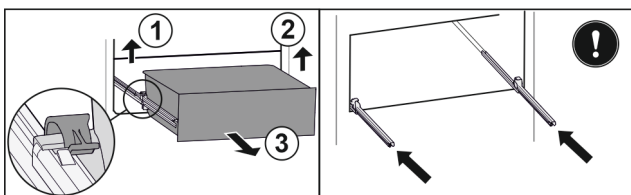

Fig. 38
- Dvignite levo spojko in hkrati povlecite predal levo naprej. Fig. 38 (1)
- Dvignite desno spojko in hkrati povlecite predal desno naprej. Fig. 38 (2)
- Predal vzemite ven v smeri naprej. Fig. 38 (3)